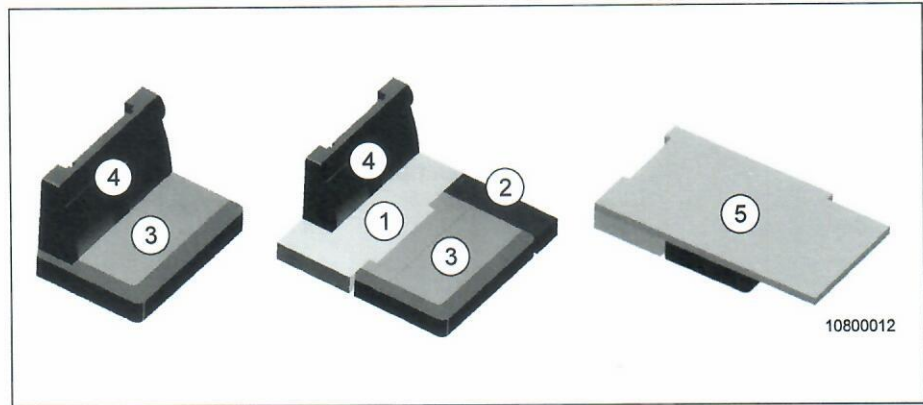

Abb. 16 Sitzpolsterumbau
1. Das Sitzpolster (Abb. 16, Pos 3) entnehmen und durch das große Zusatzpolster (Abb. 16, Pos 1) ersetzen.
2. Vor dem Zusatzpolster (Abb. 16, Pos 1) das Sitzpolster (Abb. 16, Pos 3) einlegen.
3. Neben dem Sitzpolster (Abb. 16, Pos 3) das kleine Zusatzpolster (Abb. 16, Pos 2) einlegen.
4. Optional das Rückenpolster (Abb. 16, Pos 4) entfernen und sicher verstauen.
5. Den Topper (Abb. 16, Pos 5) über die Polster legen und ausrichten.
→ Das Rückenpolster (Abb. 16, Pos 4) muss nicht für den Umbau entfernt werden und kann montiert bleiben.
- Vor dem einlegen des Toppers (Abb. 16, Pos 5), die Kopfstützen nach oben stellen.
- Bei montiertem Rückenpolster (Abb. 16, Pos 4), den Topper (Abb. 16, Pos 5) unter das Rückenpolster schieben.